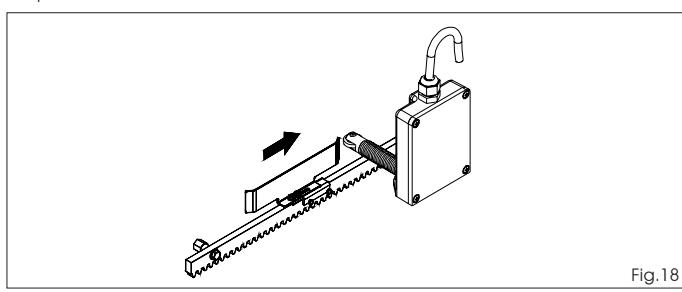

Fig.18
- 5) Haga deslizar la lámina sobre la cremallera en el sentido de apertura (Fig. 18). Apenas el led del fin de carrera de apertura presente en el equipo electrónico se apague, haga avanzar la lámina unos 20-30 mm y fíjela provisionalmente sobre la cremallera con los tornillos en dotación.